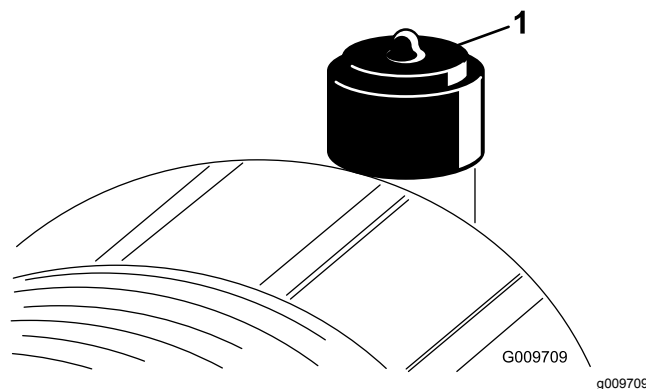

Figura 28
Faça a manutenção ao filtro de ar apenas quando o indicador de serviço (Figura 28) o exigir. Mudar o filtro de ar antes de ser necessário apenas aumenta a possibilidade de entrar sujeira no motor quando se retira o filtro.
6. Reinicie o indicador (Figura 28) se este se apresentar vermelho.